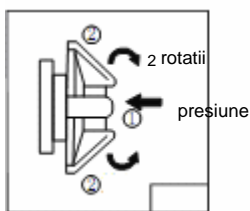

Figura 9
2.1 Banda poate fi reglată manual pentru a satisface nevoile unor persoane diferite. Apăsăți mișcarea rotativă pe ea moderat și reglați etanșeitaea acesteia pentru a purta confortabil banda. Transmisia rotativă de pe banderola are funcția de blocare automată, astfel încât rotirea forțată este interzisă pentru a nu deteriora uneltele. (pentru a vedea figura 9)